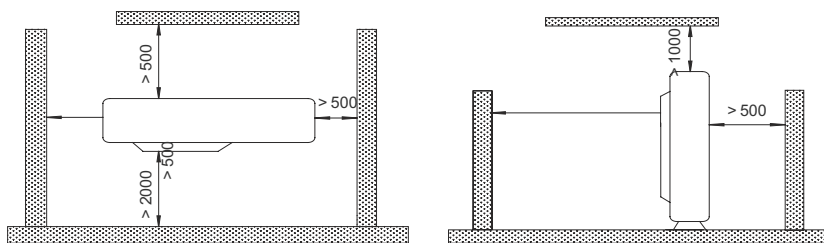

Fig.3
①. Instale la la unidad en una superficie con una inclinación menor a 5°.
②. Si la unidad exterior va a estar expuesta a viento fuerte, fíjela con seguridad.
- (1). No instale la unidad en un lugar expuesto a la luz directa del sol. Si fuera preciso, instale un parasol en un lugar que no interfiera con el caudal de aire.
- (2). Instale la unidad exterior en un lugar a resguardo de la suciedad, la humedad y la lluvia en la medida de lo posible.
- (3). Instale la unidad exterior en un lugar que sea conveniente para conectar la unidad interior.
- (4). Instale la unidad exterior en un lugar en que el agua condensada pueda ser fácilmente evacuada durante el funcionamiento de calefacción.
- (5). Tenga en cuenta el peso de la unidad de aire acondicionado y elija un lugar con la menor vibración y ruido posible.
- (6). Instale la unidad exterior en un lugar que pueda soportar el peso de la unidad y genere tan poco ruido y vibración como sea posible.
- (7). Deje el espacio que se muestra en la Fig.3 para que el caudal de aire no quede bloqueado. Para un funcionamiento eficaz, deje tres de las cuatro direcciones de las construcciones periféricas abiertas.